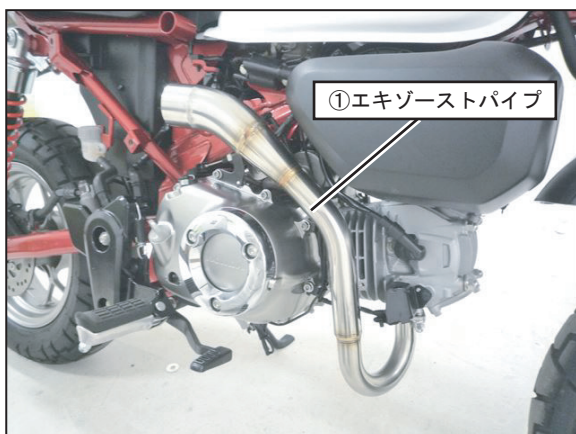

FIG. 4
5. 純正エキゾーストガasketを新品に交換し、①エキゾーストパイプをエンジンの排気ポート部に純正ナットを使用して仮締めして下さい。（FIG. 4, 5 参照）